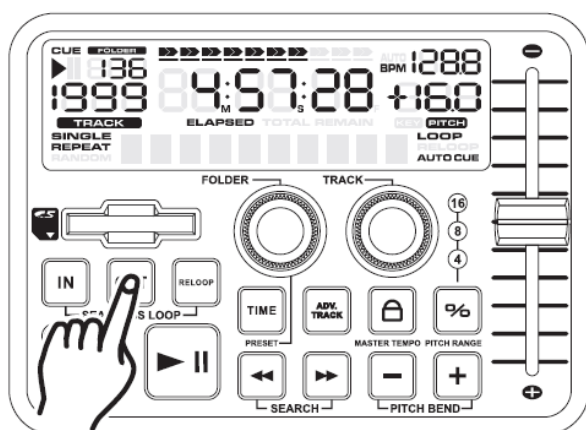

Figure 11
Appuyez sur le bouton *OUT* (36) pour définir le point final de votre BOUCLE PARFAITE (figure 11). Les LED du bouton *IN* (36) et le bouton *OUT* (36) commencent immédiatement à clignoter rapidement, indiquant que le mode BOUCLE PARFAITE a été activé.
10. SORTIR D'UNE BOUCLE - Pour sortir d'une BOUCLE PARFAITE, appuyez sur le bouton OUT (36). Les LED du bouton IN (36) et du bouton OUT (36) resteront allumées, mais arrêteront de clignoter. La lecture normale de la musique reprendra alors. Les LED du bouton IN (36) et du bouton OUT (36) resteront allumées pour vous rappeler qu'une boucle est stockée en mémoire